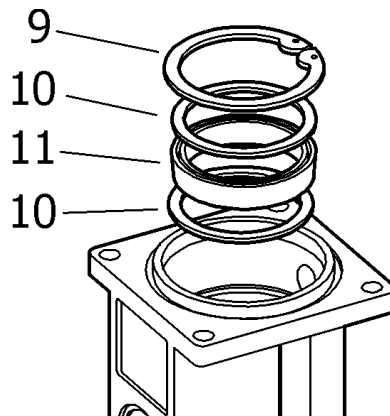

Fig. 10
5. Remove the piston (8) and disassemble the circlip (9), the washers (10) and the seal (11) (fig. 10). Check the piston for scratches and replace damaged parts.
5. Quitar el vástago (8) y desmontar el anillo de seguridad (9), las arandelas (10) y el collarín (11) (Fig. 10). Verificar que el vástago no esté rayado y sustituir piezas deterioradas.
5. Retirer le piston (8) et démonter l'anneau de sécurité (9), les rondelles (10) ainsi que le collier (11) (voir Fig. 10). S'assurer que le piston n'est pas rayé et remplacer les pièces endommagées si nécessaire.
6. Remonter le tout en suivant le processus inverse. Appliquer de la pâte d'étanchéité au niveau du filet de l'ensemble inverseur (4).